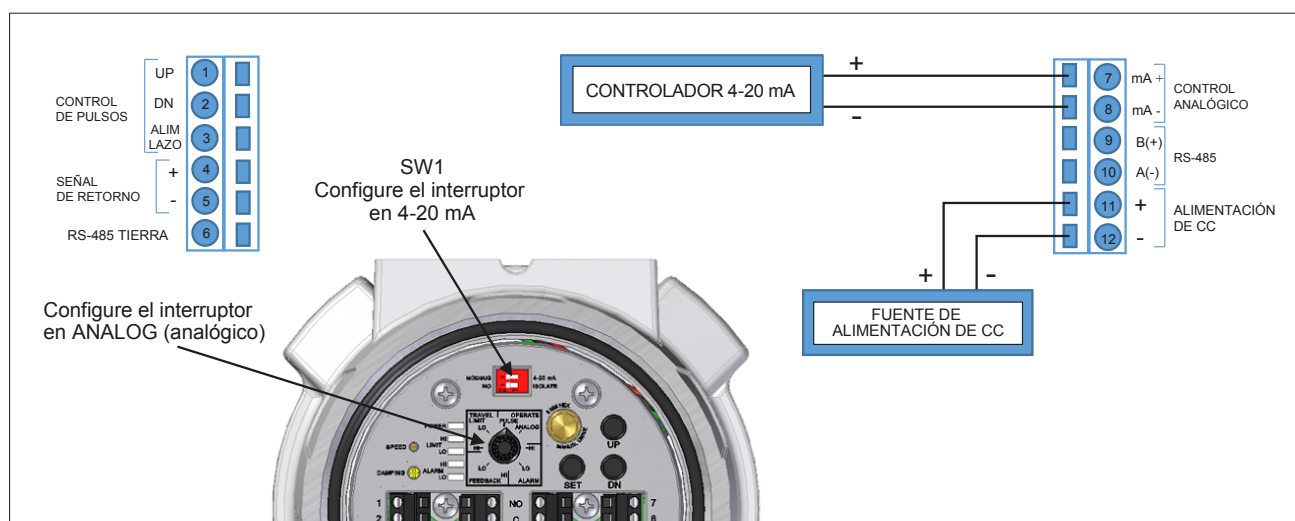

Imagen 5 Control analógico 4-20 mA
- 2.1 Conecte una fuente de señal de 4-20 mA a los terminales de entrada de control analógico. (Véase la imagen 5)